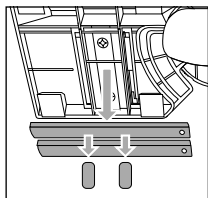

Abb. 1
- ◆ Nehmen Sie die Halteclips **8** von der Unterseite des Produkts ab und entfernen Sie die Führungsstäbe **7** (siehe Abb. 1). Entsorgen Sie die Halteclips **8**.